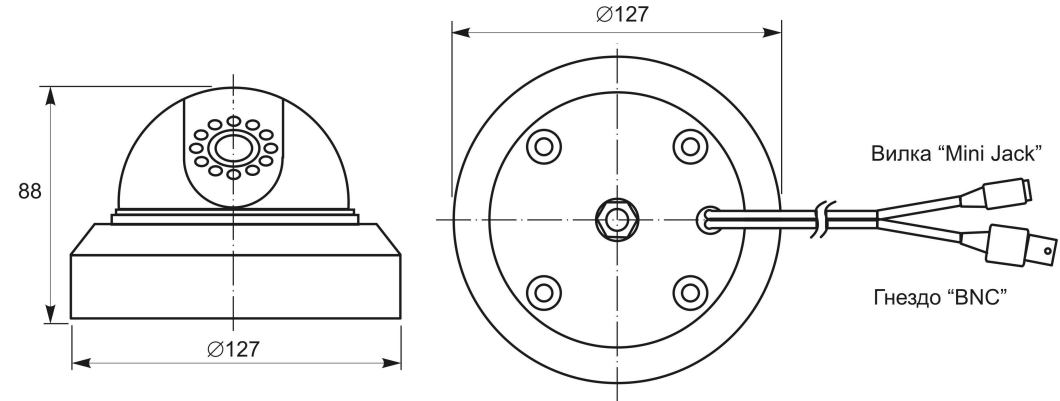

Рис.1. Установочные размеры и схема подключения ТВ камеры.
4.1. Установочные размеры и схема подключения ТВ камеры приведены на рис. 1.